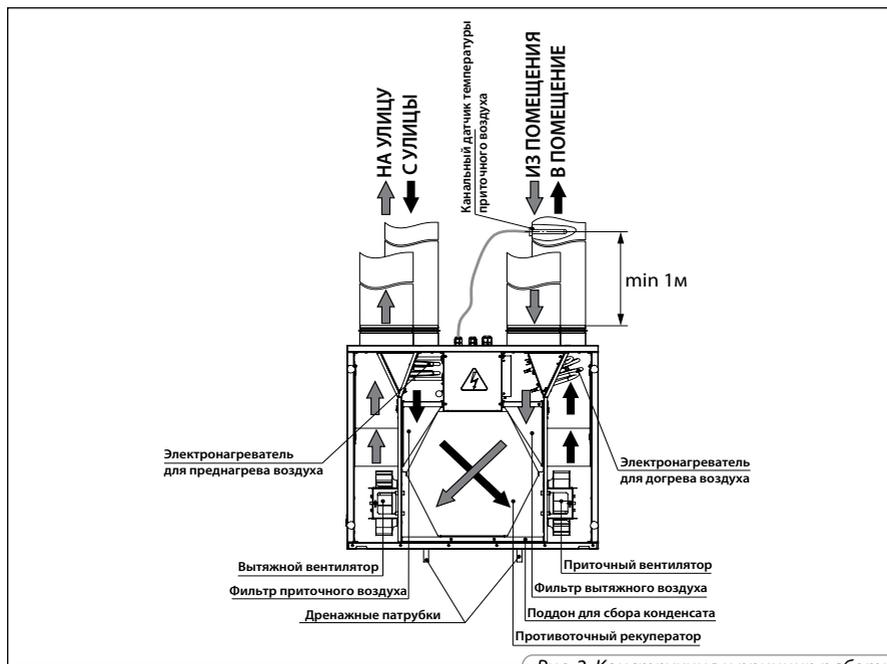

Рис. 2. Конструкция и принцип работы
Устройство работает по следующему принципу (рис. 2): теплый загрязненный воздух из помещения поступает в установку, очищается в вытяжном фильтре, далее воздух проходит через рекуператор и с помощью вытяжного вентилятора по воздуховоду удаляется наружу. Чистый холодный воздух с улицы по воздуховоду поступает в установку, где он очищается в приточном фильтре. Если температура приточного воздуха ниже установленного значения на пульте управления, догрев поступающего воздуха осуществляется с помощью электронагревателя. Далее воздух проходит через рекуператор и с помощью приточного вентилятора воздух подается в помещение. В рекуператоре происходит передача тепловой энергии, извлекаемой из теплого вытяжного воздуха, чистому холодному воздуху с улицы. При этом воздушные потоки не перемешиваются. Рекуперация тепла обеспечивает уменьшение потерь тепловой энергии, что приводит к уменьшению затрат на обогрев помещений в холодный период года.
- Конструкция и принцип работы установки указаны на рис. 2.
Для обеспечения корректной работы функции догрева приточного воздуха установите в воздуховоде канальный датчик температуры приточного воздуха (на рис. 2) на расстоянии не менее 1 м от патрубка „В ПОМЕЩЕНИЕ“.